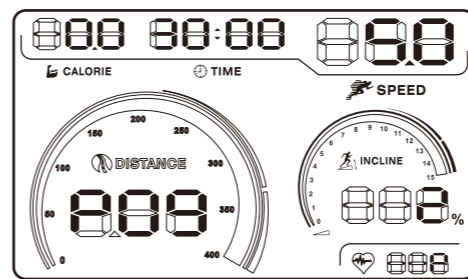

图39
2. 连续按下面板上Training Prog键 ，直至屏幕上出现P09字样，时间窗口闪烁，默认时间为30分钟，您可以通过SPEED（速度）的+（增加）/-（减少）键调整时间。（图39所示）。